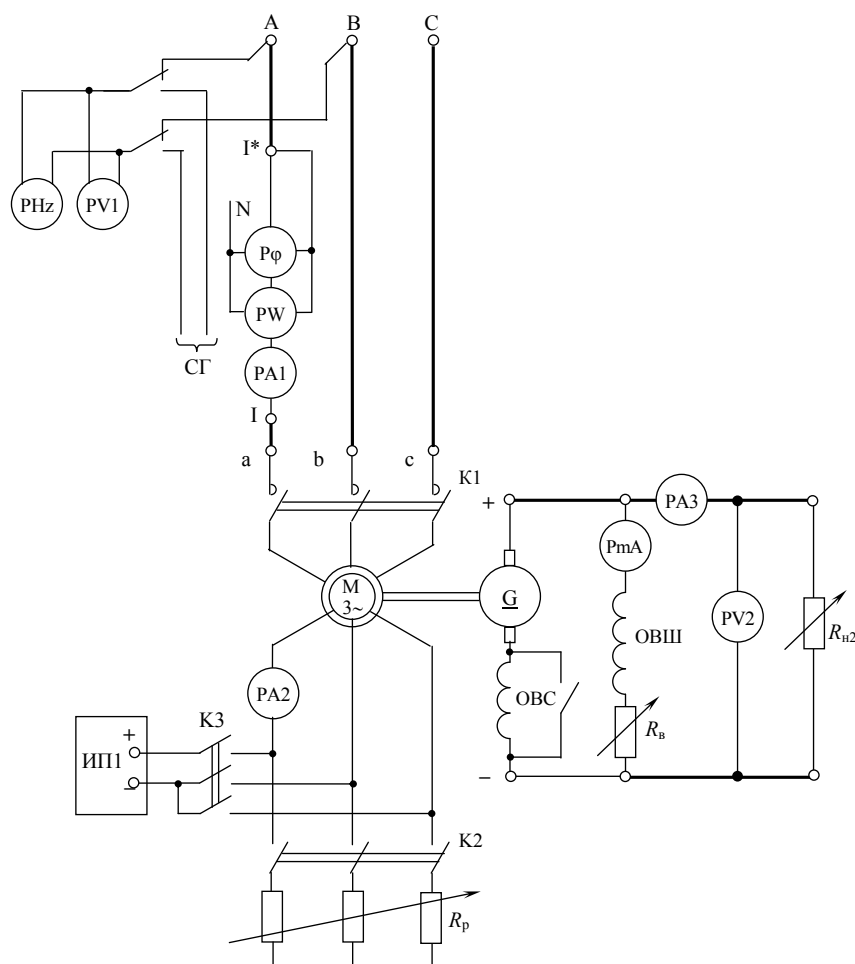

Рис. 2.3
2. Собрать электрическую цепь по схеме рис. 2.3. Пригласить преподавателя для проверки правильности сборки.